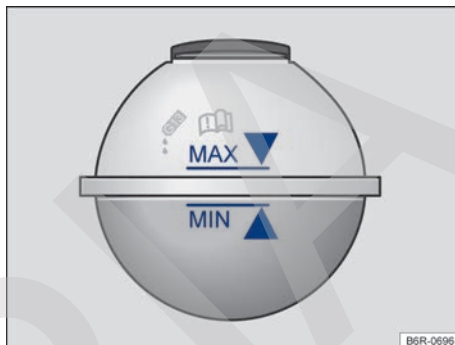

Fig. 137 En el compartimento del motor: marca en el depósito de expansión del líquido refrigerante del motor.
- Con el motor frío, comprobar el nivel del líquido refrigerante del motor por la marca lateral del depósito → fig. 137.
- El nivel del líquido refrigerante del motor debe permanecer dentro de la marca del depósito → fig. 137. **¡No complete por encima de la marca “máx” → !**
- Agregue líquido refrigerante del motor sólo hasta la marca “MAX” → fig. 137. De lo contrario, al calentarse, el líquido excedente sería expulsado del sistema de refrigeración del motor y podrá causar daños.